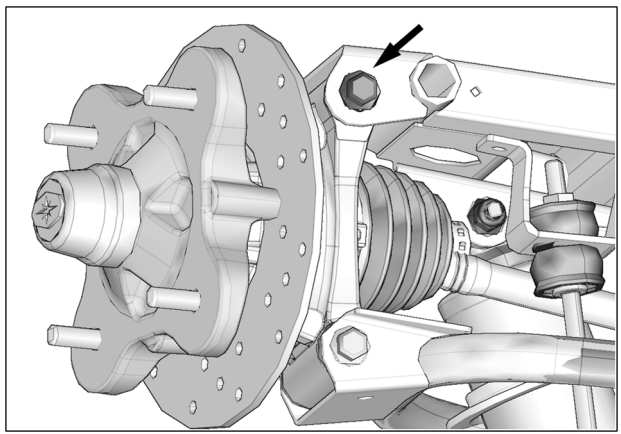

Fig. 6
5. Retirer le boulon de fixation du bras de suspension inférieur au moyeu de roue. Un nouveau boulon M10-1.5x200mm, fourni dans l'ensemble d'installation, sera utilisé pour relier l'ancrage anti-rotation, le bras de suspension inférieur et le moyeu de roue. Voir la Fig. 6